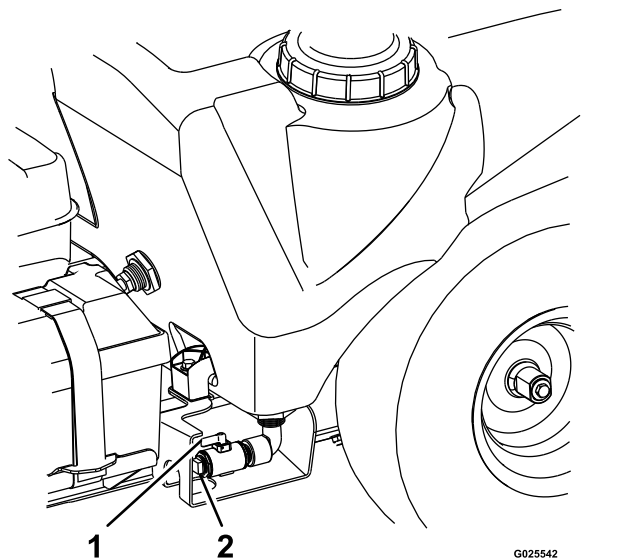

Figura 42
2. Retire el tapón de la válvula de vaciado del depósito de fumigación (Figura 42).
5. Gire la maneta de la válvula de vaciado 90° en sentido horario para vaciar el depósito (Figura 42).
7. Cierre la válvula de vaciado del depósito, retire la manguera de vaciado y coloque el tapón de vaciado en la válvula (Figura 42).